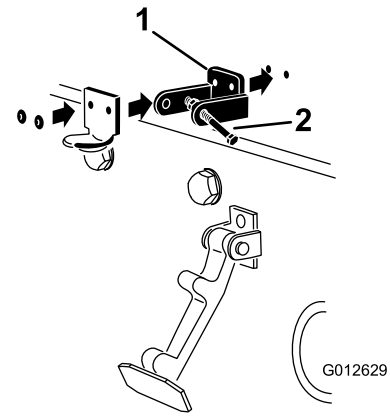

Figure 8
4. Alignez les trous de montage et positionnez le support de verrouillage CE et le support du loquet de capot sur le capot (Figure 8).
6. Rivetez les supports et les rondelles sur le capot (Figure 8).